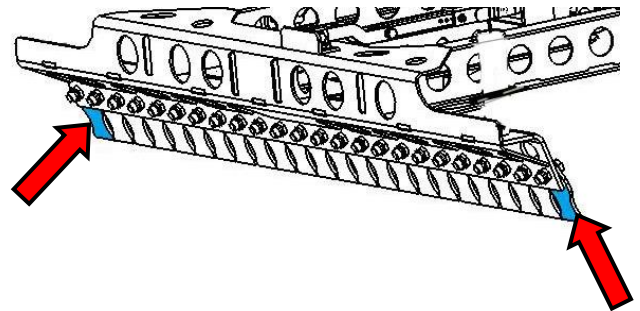

Bild 1
*Grund:* da oftmals die jeweils außen liegenden Feder-Stahllamellen (Bild 1) beim Greifvorgang an der Steinlage außen etwas überstehen und somit das Anlegen an eine bereits verlegte Steinlage eventuell erschweren. Zudem besteht die Gefahr, dass die Stahllamellen beim Ablegevorgang, ungewünschte Abdrücke im Planum hinterlassen.